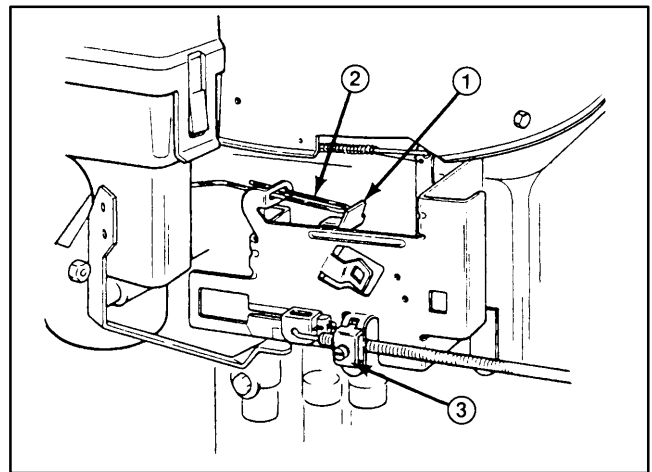

Abbildung 18
2. Der Gashebel sollte soeben mit der Chokeverbindung Koniakt nehmen (Abb. 18); wenn sich diese Teile nicht in der angegebenen Lage befinden, wird eine Einstellung erforderlich.
- B. Die Drosselkabelklemme (Abb. 18) lösen und das Bowdenzugäußere und den Draht soweit bewegen, bis der Drosselhebel die Chokeyverbindung berührt.